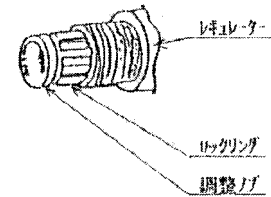

図1
- (1) 圧縮空気の供給側が閉じてあることを確認して下さい。
- (2) コンパクトレギュレーターの調整ノブのロックリングを手前側にあることを確認後（奥側にある場合は、回転しません）、調整ノブをLOW側（反時計方向）に停止するまで回して下さい。（図1）